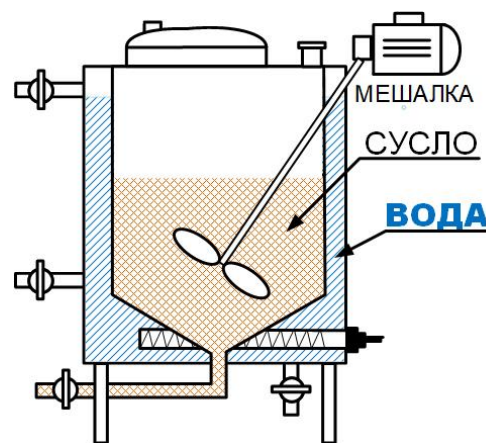

Рис.5. Перемешиваем затор.
4.2. Засыпать солод или смесь солодов. Постоянно перемешивать мешалкой затор при засыпи солода. Рис. 5